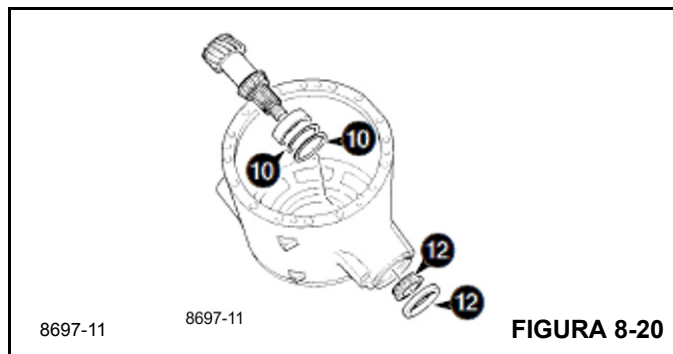

FIGURA 8-20
- Determine a espessura correta necessária para os calços 10 (Figura 8-20); consulte *Ajuste da profundidade do pinhão* na página 8-12.